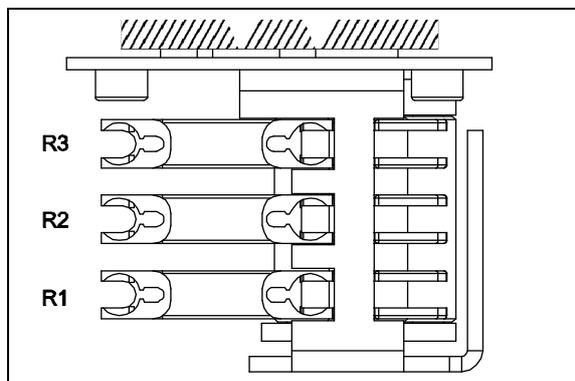

Рис. 22: Насос для реагента, вид сверху
3. В первую очередь установите кассету со шлангом на верхний держатель насоса (поз. 2), затем на нижний (поз. 3). Убедитесь в том, что кассеты установлены в правильном порядке (рис. 22).